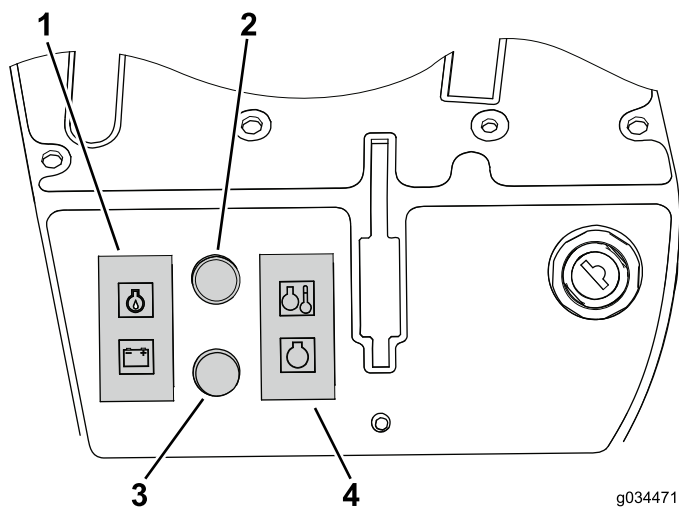

Figura 30
4. Instale el indicador de advertencia o el tapón que retiró anteriormente en el hueco correspondiente (Figura 29 y Figura 30).